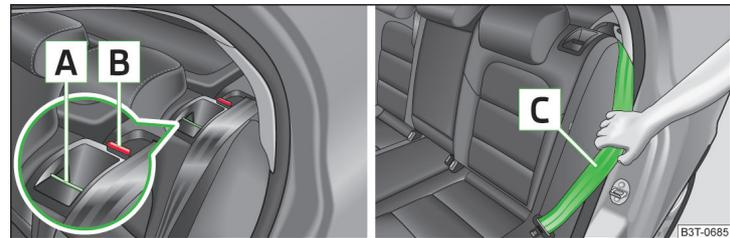

Abb. 76 Sitzlehne: entriegeln/verriegeln
- Den Entriegelungsgriff **A** » Abb. 76 drücken und die Sitzlehne ganz vorklappen.
- Den hinteren äußeren Sicherheitsgurt **C** » Abb. 76 an der Seitenverkleidung halten.